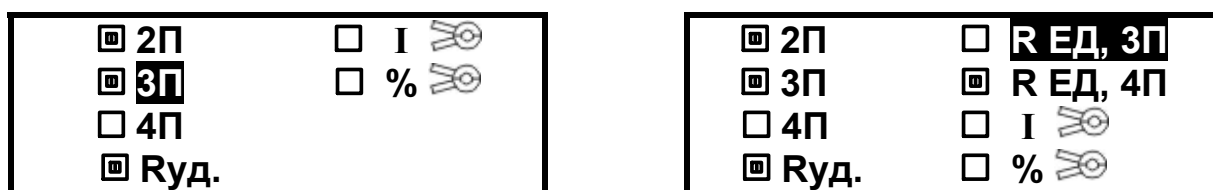

Рисунок 2.3.1 - Опция «НАБОР РЕЖИМОВ» для ИС-10 и ИС-10/1 соответственно
- в опции «НАБОР РЕЖИМОВ» – установка доступных режимов измерений для оперативного выбора при работе (см. рисунок 2.3.1). Режимы, которые могут быть доступны, указываются знаком «», недоступные - знаком «». Перемещение по списку кнопками «▲» или «▼». Внесение и исключение режима из списка доступных кнопкой «Rx / ↵». При работе выбор режимов будет происходить только из числа доступных.